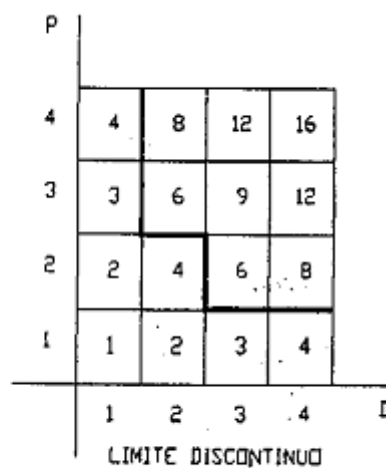

Fig. 2
- Limite discontinuo o a gradini (Fig. 2).